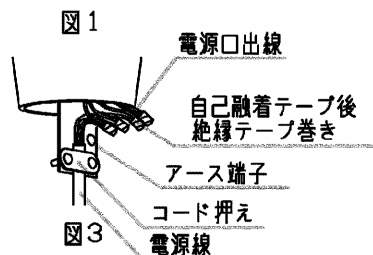

図3
- ③ 電源線、アース線を、接続部に張力がかからないように、器具下端のコード押えで、固定してください。(図3)